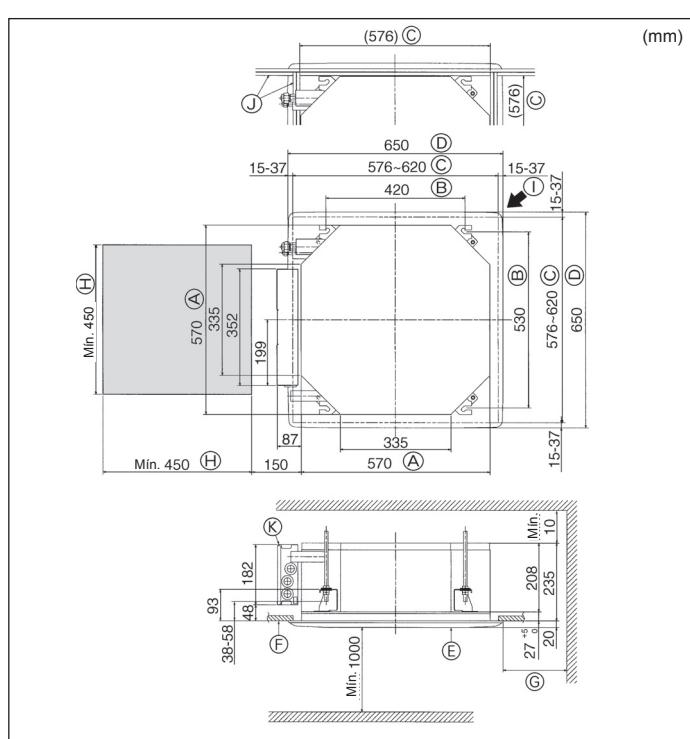

Fig. 4-2
⑥	grande diametro (gas)	1
⑦	Nastro (grande)	6
⑧	Nastro (piccolo)	2
⑨	Vite con rondella (M5 × 25) per montaggio griglia	4
⑩	Manicotto di drenaggio	1
⑪	Isolamento	1
⑫	Vite di fissaggio per ⑩ 3,5 × 16 (nera) (Per SLZ-KA-VAL(2))	2
⑬	Supporto del telecomando (Per SLZ-KA-VAL(2))	1
⑭	Batteria (AAA) (Per SLZ-KA-VAL(2))	2
⑮	Telecomando (Per SLZ-KA-VAL(2))	1
4.2. Posizione delle aperture a soffitto e dei bulloni di sospensione (Fig. 4-2)